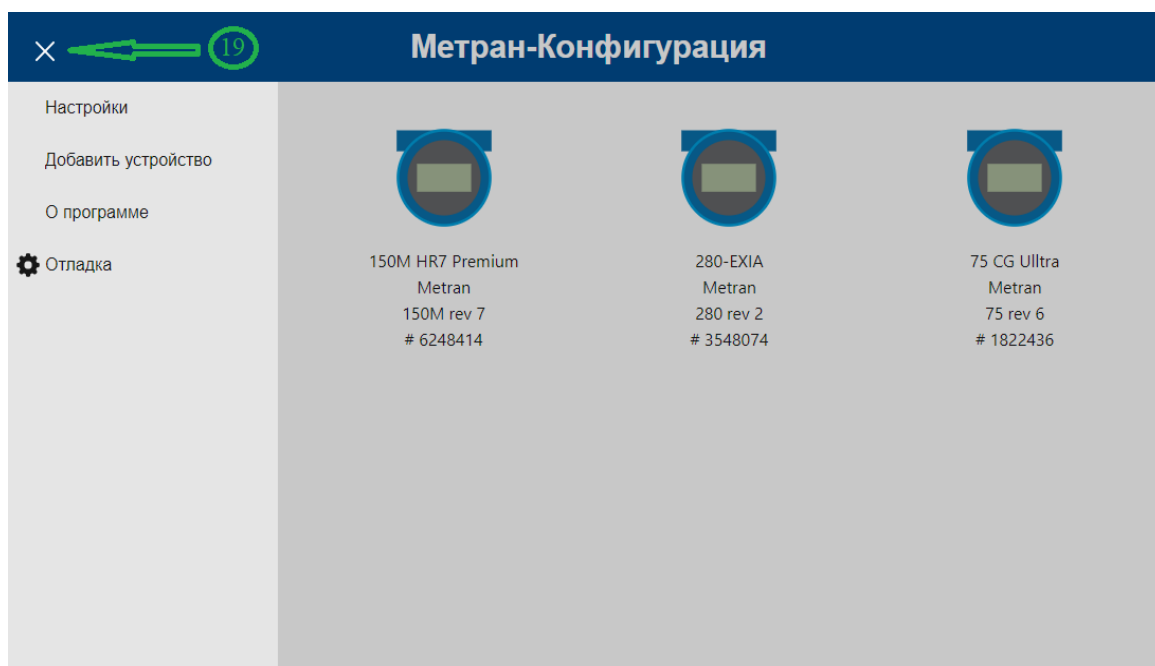

Рис. 26 Элементы главного меню
- Кнопка закрытия главного меню – 19 (рис. 26) (п. 3.9.19)